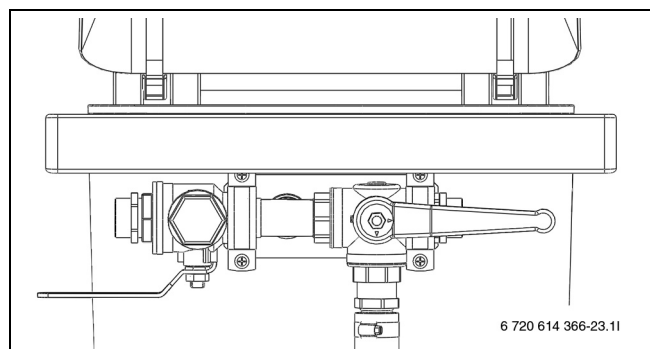

Рис. 16 Станция в положении заполнения
- Установите краны на станции в положение заполнения и заполните контур рассолом ( $\rightarrow$  рис. 16).